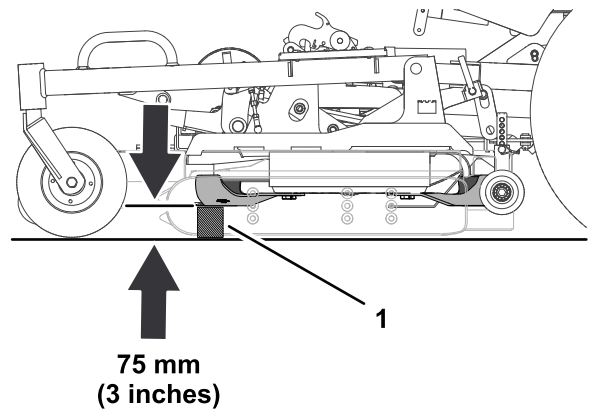

Bild 126
4. Messen Sie den Abstand zwischen dem Boden und dem ganz vordersten Punkt der Schnittkante des Messers mit einem Messklotz (Bild 126).